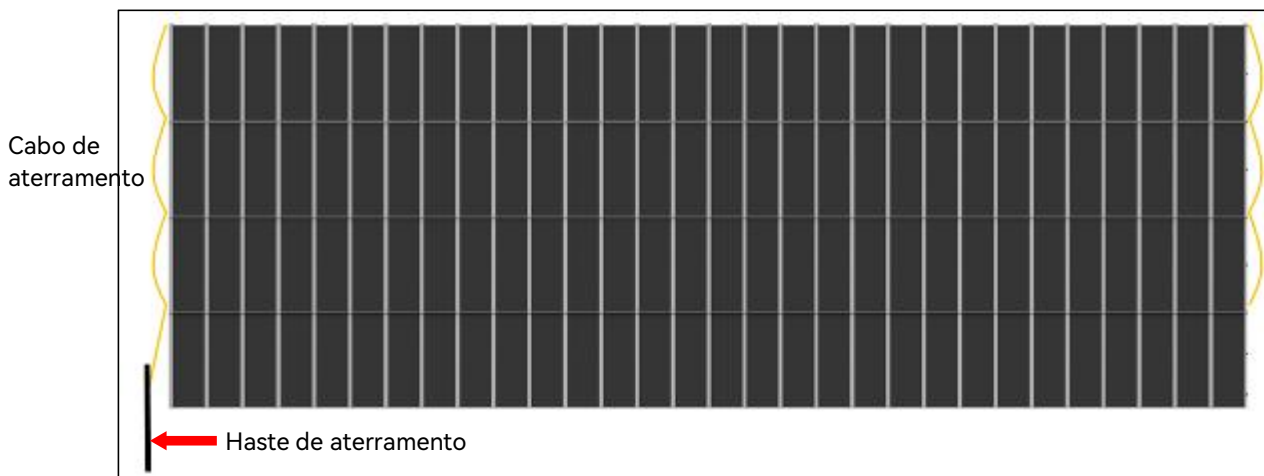

Figura 33
- 19) Todos os produtos devem ser equipados com aterramento de proteção contra raios. A instalação do cabo de conexão de proteção contra raios entre as fileiras superior e inferior é mostrada na Figura 33. Isso garante que a borda mais externa de todas as placas da linha horizontal seja conectada ao caminho condutor e levada até o barramento, que é então conectado à haste de aterramento. A haste de aterramento é enterrada no solo a uma profundidade de $\geq 1,5$ m, e a resistência de aterramento deve ser inferior a 4Ω .